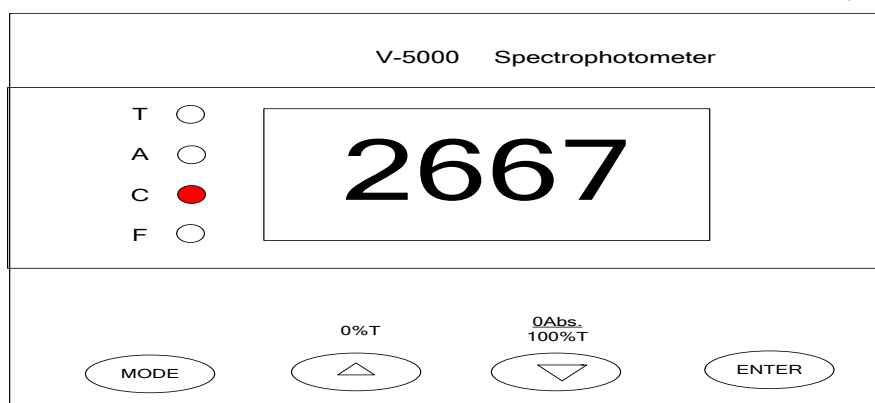

Fig.1-5
- b. Quando em modo **F**, para confirmar o valor **F** atual, e, assim, o Modo é alternado automaticamente para **C**, e o valor **C** será calculado ($C = F * A$). (Fig.1-5)